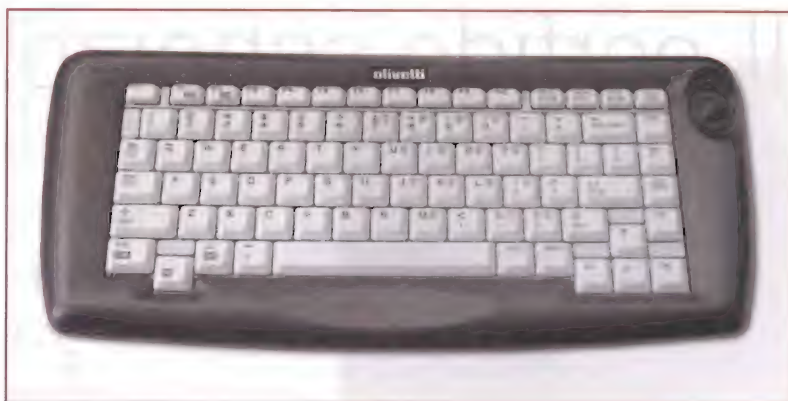

Figura 6
- **Controlli remoti:** Se stiamo comodi nel divano non ci possiamo alzare per gestire il nostro mediabox. Molti hanno installato una porta a infrarossi e comandano il tutto con un bel telecomando. Io mi sono affidato a una tastiera a infrarossi con mouse incorporato comprata a una fiera dell'elettronica alla modica spesa di 20.000 lire (Figura 6).